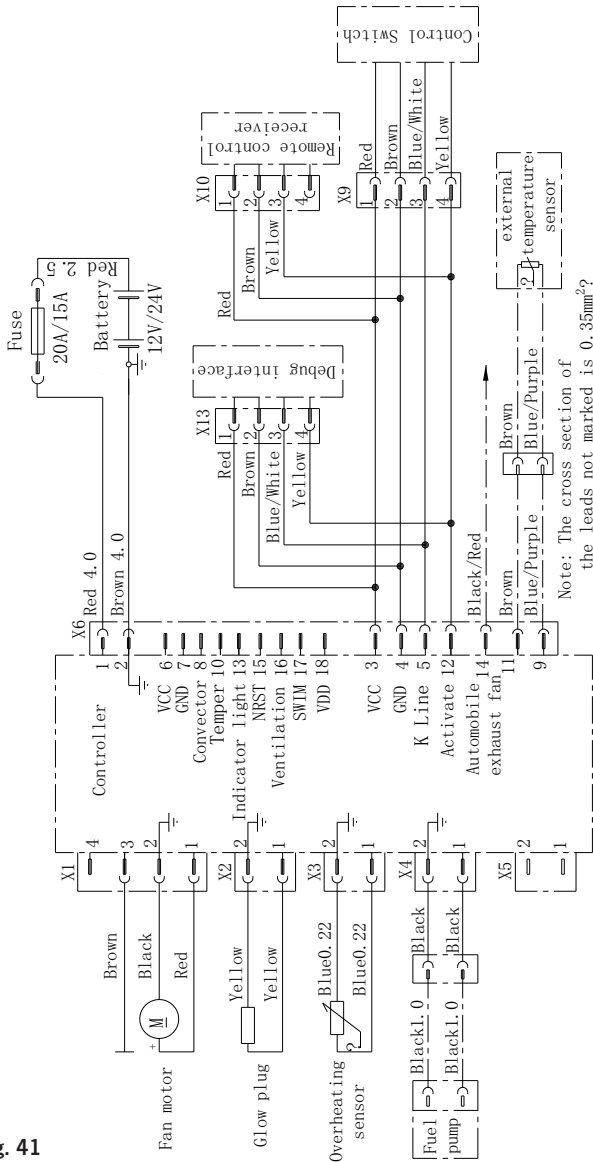
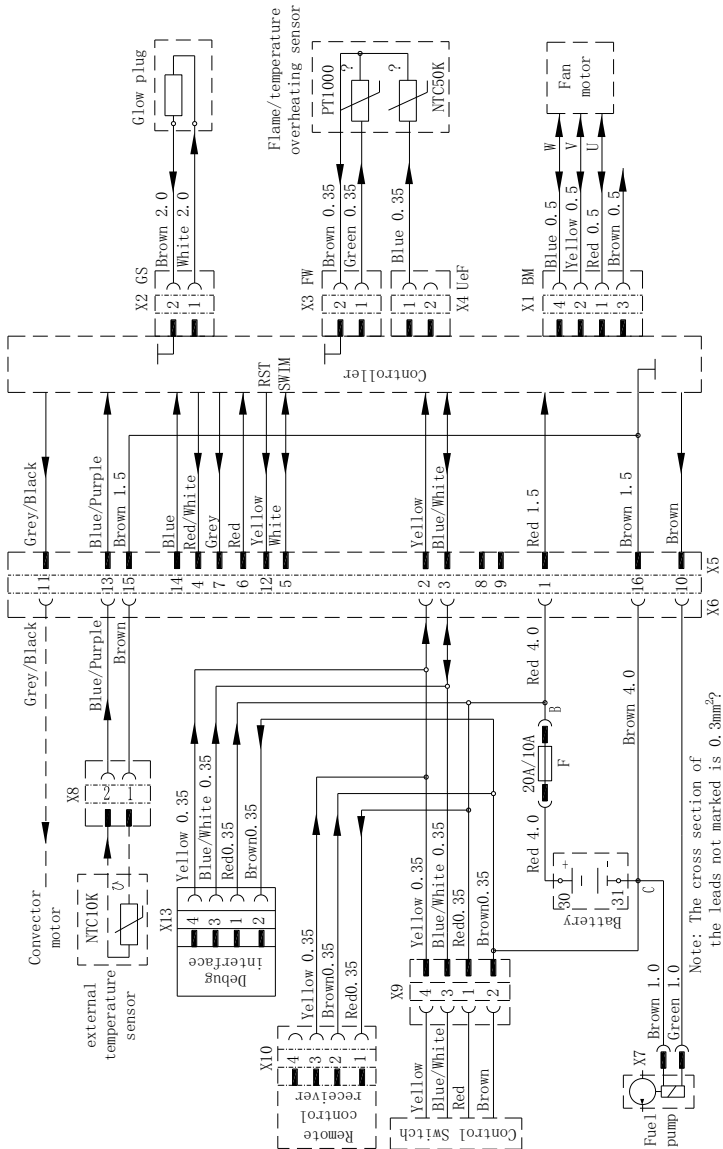

Fig. 41
Fig. 42
- Gli schemi di cablaggio del riscaldatore sono indicati nella Fig. 41 (pagina 52) e nella Fig. 42 (pagina 53).